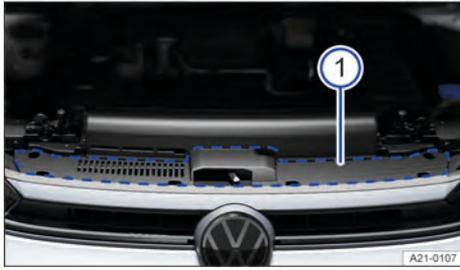

Fig. 180 Ubicación del adhesivo con la norma y la viscosidad del aceite del motor (representación esquemática).
- ① Información de la norma del aceite del motor
- ② Información de la viscosidad del aceite del motor
El adhesivo con la norma del aceite del motor prescrita se encuentra en la parte delantera del vano motor, a un lado del desbloqueo del capó delantero → fig. 180 ①.